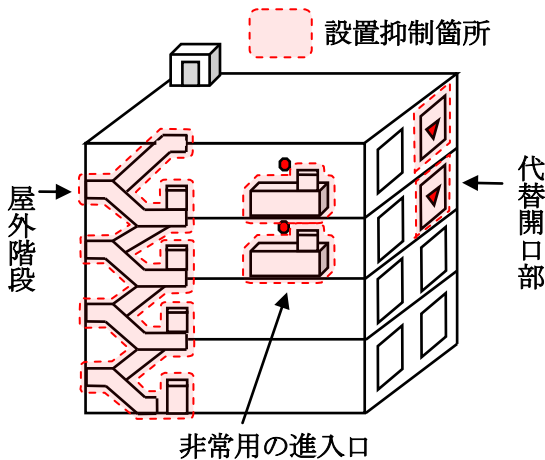

図1 消防隊員が活用する施設周囲への設置抑制
- (1) 消防隊員が活用する施設周囲への設置抑制（図1参照）